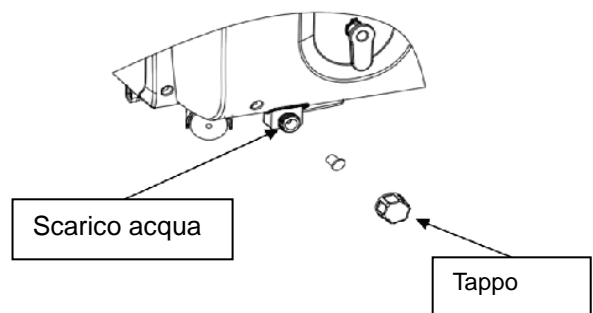

Figura 14
1. Drenaggio Manuale: (Come in Figura 14)